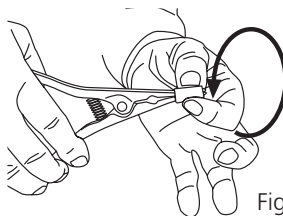

Figura 9
- 2) Alargar lentamente a pinça de divaricação e apertar várias vezes com força parando por alguns segundos à cada abertura. Repetir a operação muitas vezes virando o adaptador em elastómero (figura 9) até obter uma dilatação homogênea.